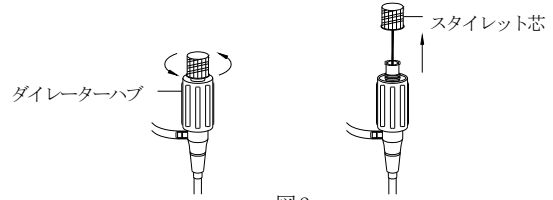

図2
- 段付ダイレーターにスタイレット芯が装着されている場合は、ダイレーターハブを持ち、スタイレット芯を反時計方向に回して抜く (図2参照)。